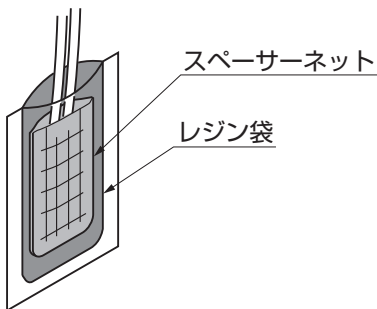

図4-4
- ⑤混合したレジン袋の封を切り、スペーサーネットが見えなくなるまで入れてください。（図4-4参照）